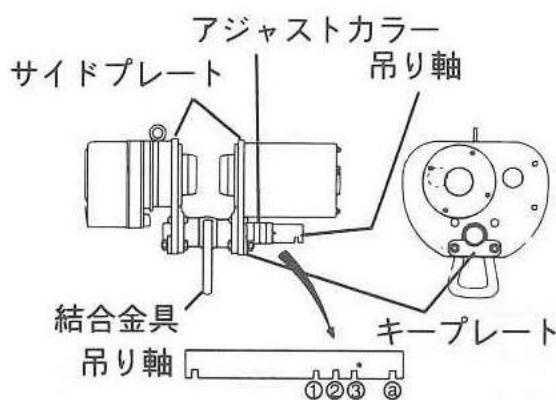

図1
- (1) 電気トロリ(MT SB-1型)をI型鋼のレール幅に合わせ、調整して下さい。(表5)
- (2) 吊り軸の一番外側のキー溝(図1④)は取付け時に利用するように設けられた溝です。ここにキープレート